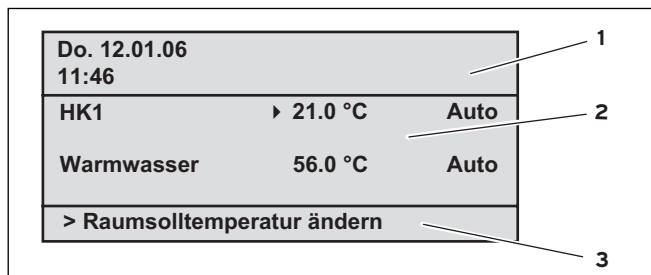

Abb. 4.2 Übersicht Display (Beispiel Grundanzeige)
- Grundanzeige (Abb. 4.2)
Das nachfolgend beschriebene Bedienkonzept gilt für die Grundanzeige (Abb. 4.2) und für die verschiedenen Anzeige/Eingabe-Seiten der Betreiberebene.
Ausgangssituation: Sie befinden sich in der Grundanzeige (siehe Abb. 4.2). Wie Sie in die Grundanzeige gelangen, ist in Kap. 4.3.3 beschrieben.
Durch Klicken mit einem Einsteller oder beiden Einstellern gelangen Sie von der vereinfachten Grundanzeige auf die nächste Displayseite (siehe Abb. 4.2).